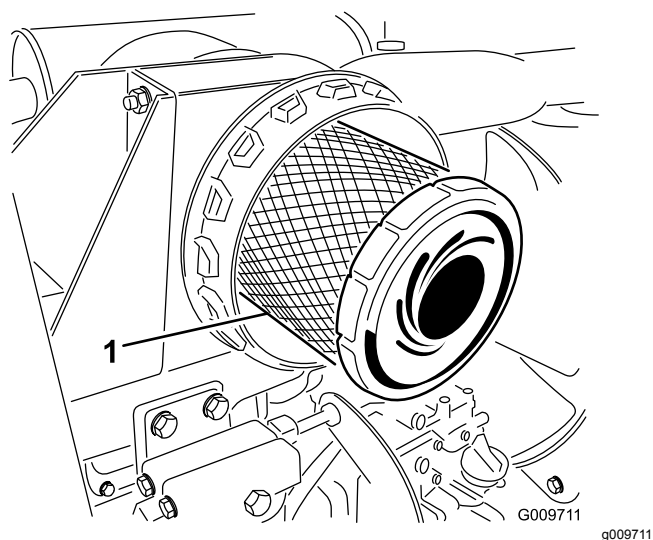

Figura 34
3. Retire y cambie el filtro primario (Figura 34).